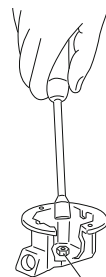

Fig. 7: Substituição dos bicos ejetores
2. Com uma chave de tubo de 7 mm desaparafusar os bicos injetores dos queimadores (Fig. 7).